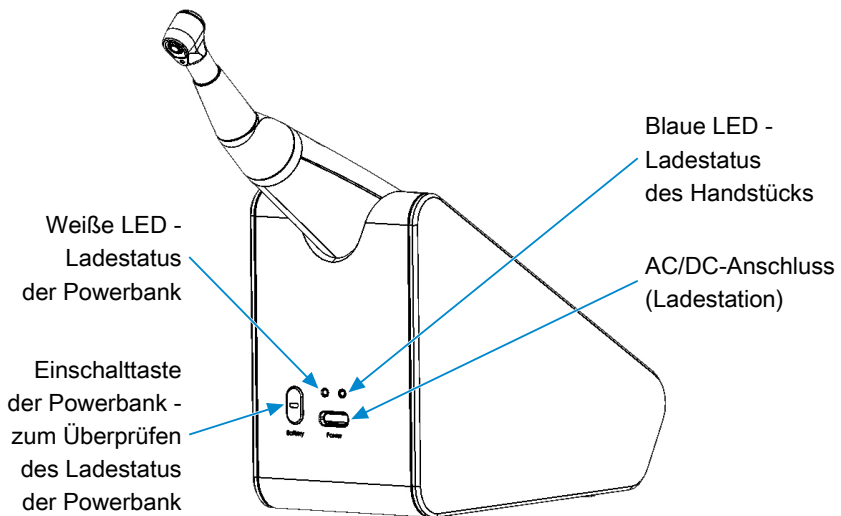

Abb. 2 : Rückansicht
- Schließen Sie das Ladekabel an die Ladeanschlussbuchse der Powerbank an (siehe [► Abb. 2]). Stecken Sie die Ladestation in die Steckdose.